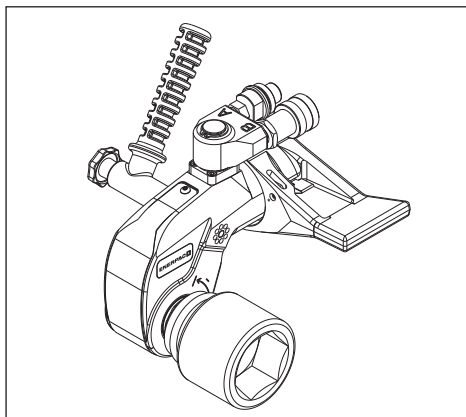

Fig. 8
4.3.1 Trekke til en mutter eller bolt (Fig. 8 og 9)
- Monter reaksjonsarmen (6) på muttertrekkeren, i den posisjonen som er nødvendig for ditt bruk.
- Plasser foten (17) på reaksjonsarmen (6) mot et egnet reaksjonspunkt (18). Reaksjonspunktet skal stå imot kraften som verktøyet utøver.